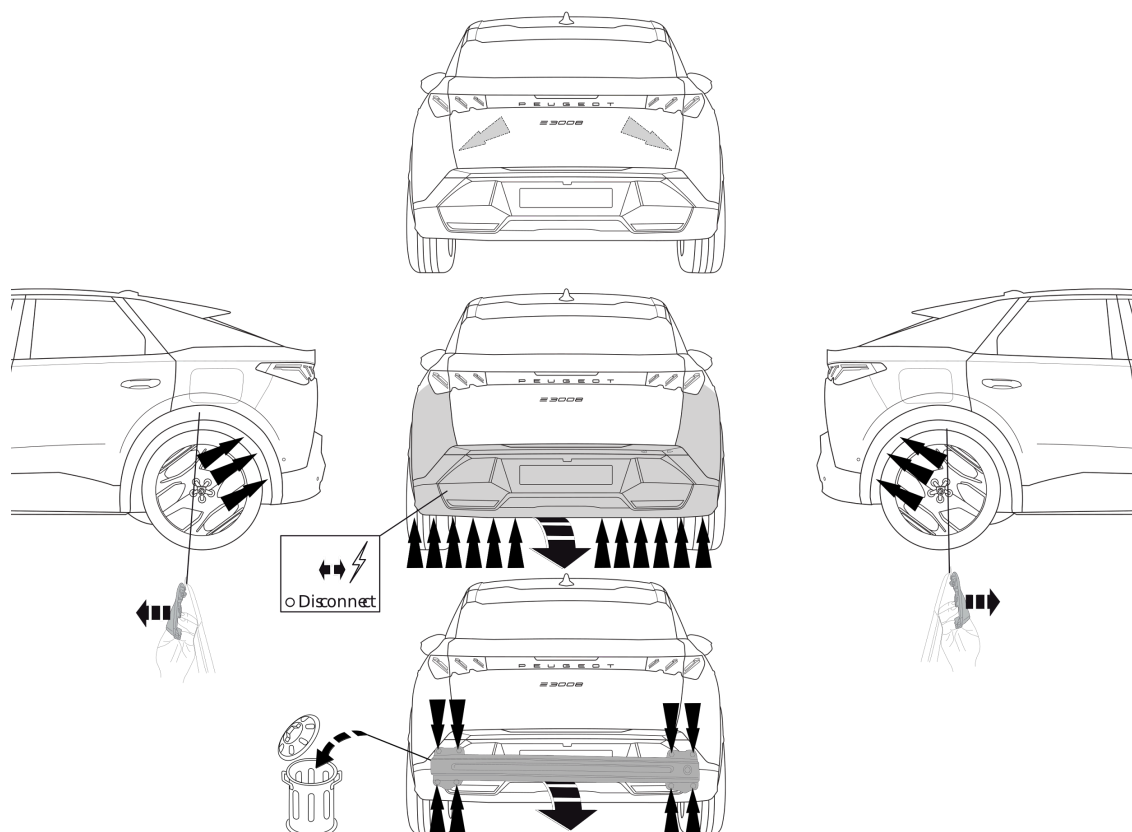

Fig. 1
1. Remove the bumper and the buffer beam from the vehicle. The buffer beam will no longer be needed. See figure 1.
abmontieren. Der Stößbalken wird nicht mehr benötigt. Siehe Abbildung 1.
1. Дéposer le pare-chocs du véhicule y compris la traverse; la traverse ne sera plus utilisée. Voir la figure 1.
7. Boucher les parties indiquées (voir la fig.1).